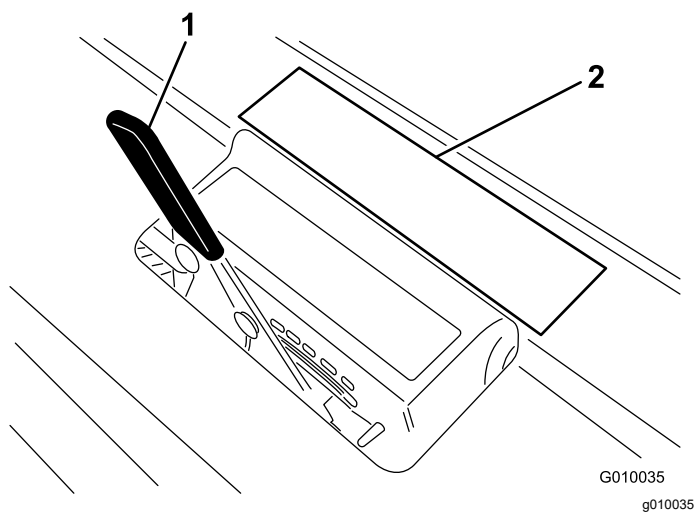

Рисунок 16
3. Поместите зуб на наклейку со шкалой глубины проколов (Рисунок 16) так, чтобы один конец зуба был совмещен с требуемой глубиной аэрации (см. «Наложение зуба на наклейку»).